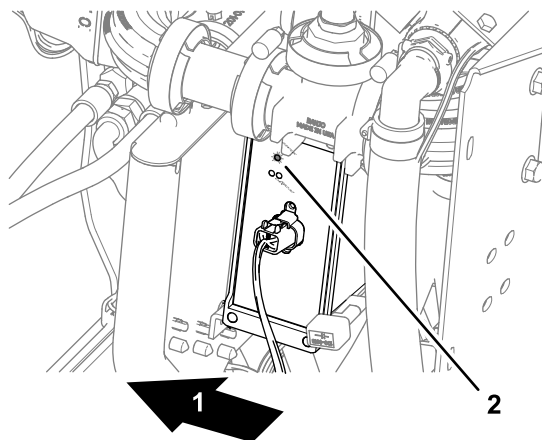

Figure 234
- Contrôleur de section automatique – le témoin d'ÉTAT s'allume (Figure 234)